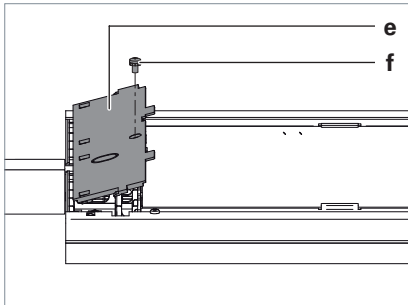

Fig. 15: Abdeckung montieren.
- ▶ Setzen Sie eine Abdeckung **e** mit den Haken an der Unterseite der Abdeckung in die Ösen am Leuchtenkopf und drücken Sie die Abdeckung fest, siehe Fig. 15.